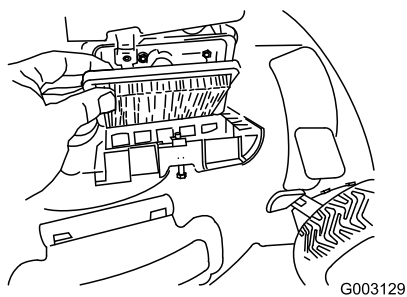

Figure 27
4. Remettez le couvercle en place (Figure 27).